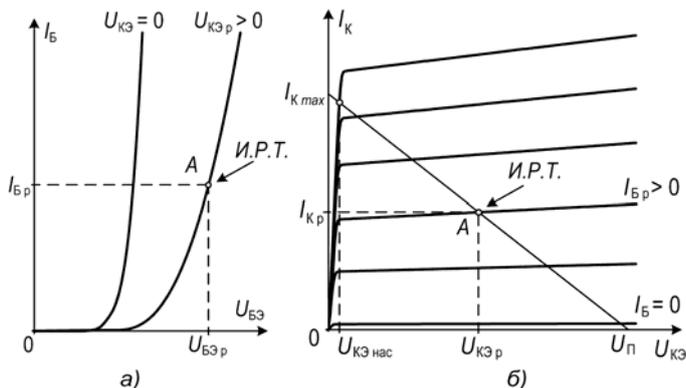
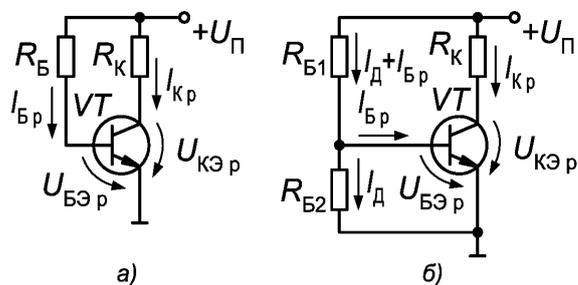
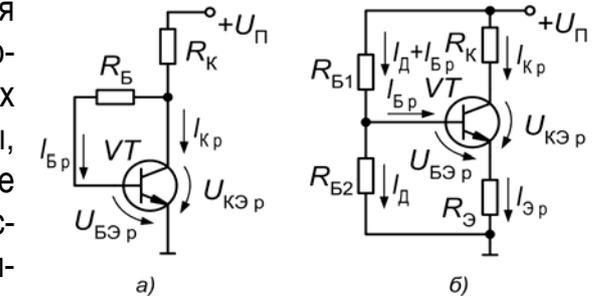

Рис.4.5 Входные (а) и выходные (б) характеристики транзистора
Рис.4.6 Способы задания исходной рабочей точки
Рис.4.7 Способы стабилизации положения И.Р.Т. в усилительных каскадах на биполярных транзисторах
Точка, координаты которой на вольт-амперных характеристиках транзистора определяют напряжения и токи в его электродах, называется *рабочей*. При отсутствии входного сигнала эта точка называется *исходной рабочей точкой*. Исходная рабочая точка (И.Р.Т. – т. А, см. рис.4.5) определяет режим работы транзистора по постоянному току, класс усиления и, как следствие, входные и выходные амплитуды токов и напряжений максимально возможные для линейного усиления. Напряжения и токи, а также внешние по отношению к усилительному прибору электрические цепи, обеспечивающие заданное положение исходной рабочей точки, называются соответственно *напряжениями, токами и цепями смещения*. Напряжения и токи смещения часто называют *начальными*.
На практике получили распространение два способа обеспечения заданного положения рабочей точки биполярного транзистора по постоянному току не зависимо от схемы включения транзистора по переменному току: *схема с фиксированным током базы* (рис.4.6а) и *схема с фиксированным напряжением база – эмиттер* (схема с фиксированным потенциалом базы) (рис.4.6б).
В схеме на рис. 4.6а режим по постоянному току задаётся с помощью резисторов R_B , R_K и источника питания U_{Π} . Смещение эмиттерного перехода осуществляется за счёт протекания тока базы I_{Bp} от источника питания U_{Π} через резистор R_B . Задаваясь положением рабочей точки на ВАХ транзистора (рис.4.5), номинальные значения резисторов рассчитывают по формулам:
В схеме на рис. 4.6б режим покоя обеспечивается фиксированием напряжения $U_{БЭp.}$ между базой и эмиттером транзистора с помощью источника питания и делителя напряжения из резисторов R_1 , R_2 . Сопротивления резисторов R_1 и R_2 при заданном токе базы $I_{Bp.}$, соответствующем напряжению $U_{БЭp.}$, определяют по формулам:
Недостатками данных схем (рис.4.6) является сильная зависимость положения исходной рабочей точки от различных дестабилизирующих факторов (например, изменения температуры, напряжения питания и т.п.), поэтому на практике для стабилизации положения И.Р.Т. часто используют отрицательную обратную связь параллельную по напряжению (рис.4.7а) или последовательную по току (рис.4.7б).
В схеме на рис.4.7а номинальные значения резисторов рассчитывают по формулам:
В схеме на рис.4.7б номинальные значения резисторов рассчитывают по формулам:
а) для схем, представленных на рис.4.6, 4.7, рассчитать номинальные значения сопротивлений резисторов, обеспечивающий заданный режим по постоянному току;
б) собрать схемы (рис.4.6, 4.7) и сравнить экспериментальные и расчётные токи и напряжения, соответствующие заданной исходной рабочей точке.
Замечание: Следует помнить, что в программе Micro-CAP рассчитываются значения потенциалов (т.е. напряжений относительно точки с нулевым потенциалом) соответствующих узлов, поэтому для схемы с эмиттерной стабилизацией (рис.4.7б) напряжения база–эмиттер ($U_{БЭ}$) и коллектор–эмиттер ($U_{КЭ}$) определяются по формулам
- б) измерить все токи и напряжения, соответствующие новому положению рабочей точки, в схемах рис.4.6, 4.7;
где индекс И.Р.Т. соответствует значениям токов и напряжений, измеренных в п.б) Задания 2. Для схемы с эмиттерной стабилизацией (рис.4.7б) напряжения $U_{БЭ}$ и $U_{КЭ}$ определяются по формулам (4.12);
8. Какие достоинства и недостатки имеют схемы представленные на рис.4.6?
10. Какие достоинства и недостатки имеют схемы с ООС представленные на рис.4.7?